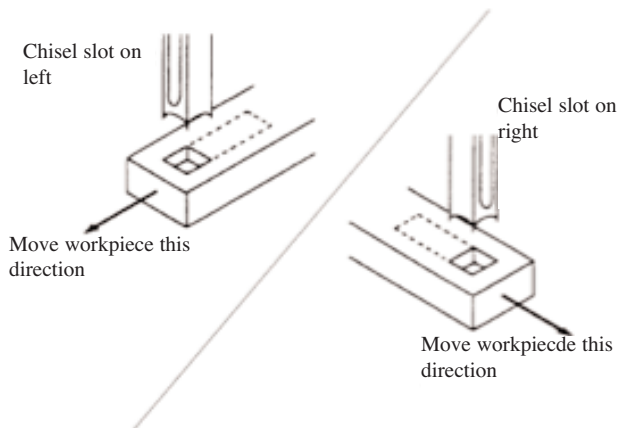

Afbeelding 5
3. Pas de tafelstops (table stops), Fig. 5, volgens de vereiste gatlangte aan, draai dan de schroeven aan.